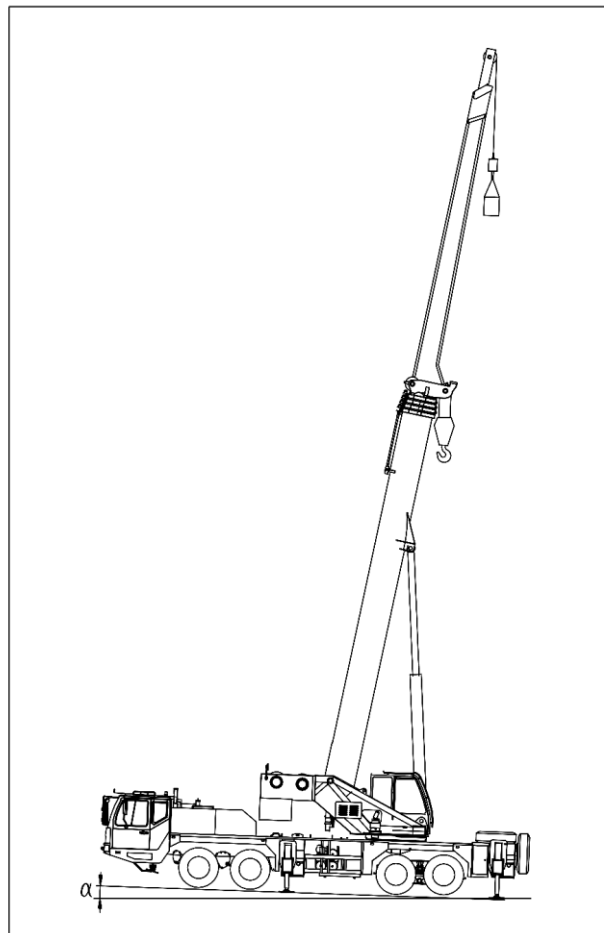

Fig. 04 – 02
- Antes da operação, o guindaste deverá ser nivelado. Sob quaisquer condições de trabalho, o ângulo de inclinação α do guindaste não poderá ultrapassar $0,6^\circ$. Consulte a Fig. 04 – 02.